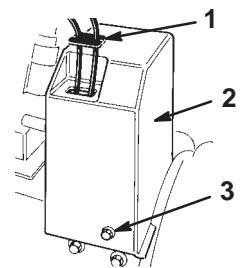

Bild 5
15. Schieben Sie die Kabelabdeckung über die Kabel und in die Öffnungen an der Riemenabdeckung (Bild 5).